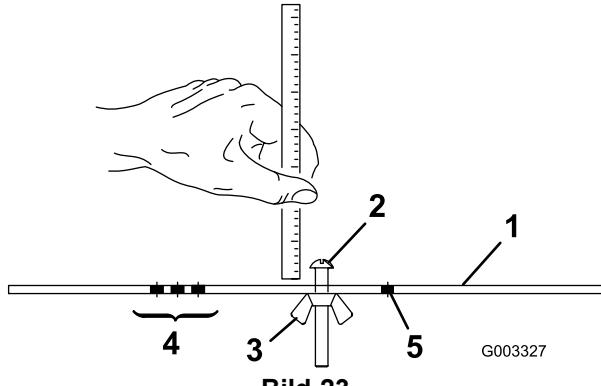

Bild 23
2. Lösen Sie die Mutter an der Messlehre (Bild 23) und stellen Sie die Einstellschraube auf die gewünschte Schnitthöhe ein. Der Abstand zwischen dem unteren Ende des Schraubenkopfs und der Stirnseite der Messlehre ist die Schnitthöhe.